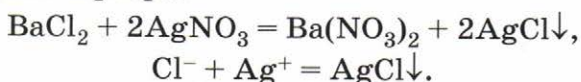

Рис. 146. Малахит и изделия из него
В отличие от кислых солей, почти все оснóвные соли в воде нерастворимы. Оснóвной солью является гидроксокарбонат меди (II) $(\text{CuOH})_2\text{CO}_3$, более известный под названием «малахит» — красивейший минерал изумительного зелёного цвета (рис. 146). Малахит — это неодоушевлённый герой знаменитых уральских сказов П. Бажова. Вспомните хотя бы его «Малахитовую шка тулку», «Хозяйку Медной горы».